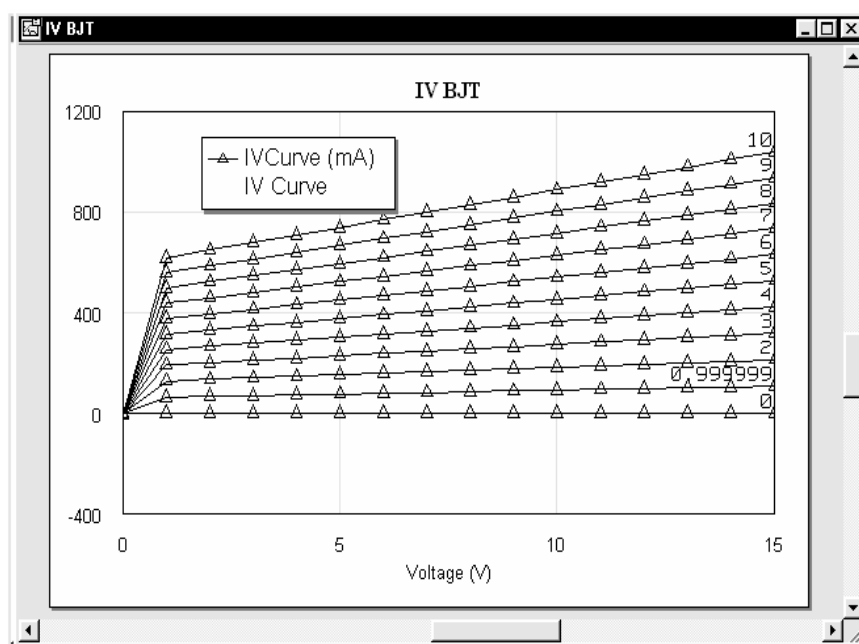

Рис. 3.5
6. Выберите **Simulate > Analyze** (Моделирование > Анализ) в выпадающем меню. Результат моделирования отображается на графике рис. 3.5.